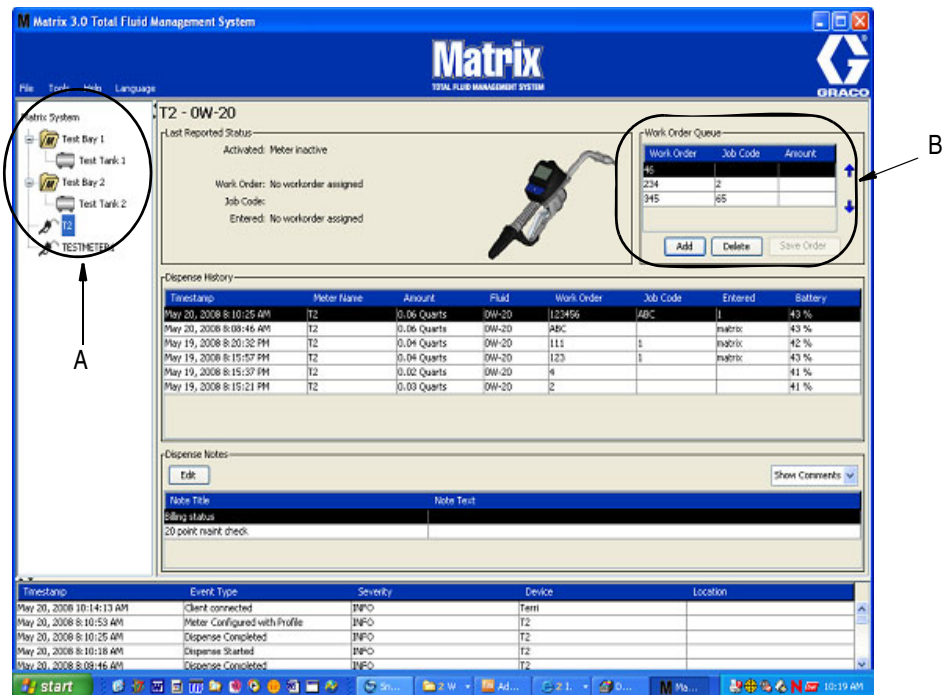

FIG. 179
1. Dans la zone Groupes Définis par l'Administrateur du Système de l'écran principal de Matrix (A), sélectionnez le compteur auquel vous envoyez l'ordre d'exécution (Fig. 179).